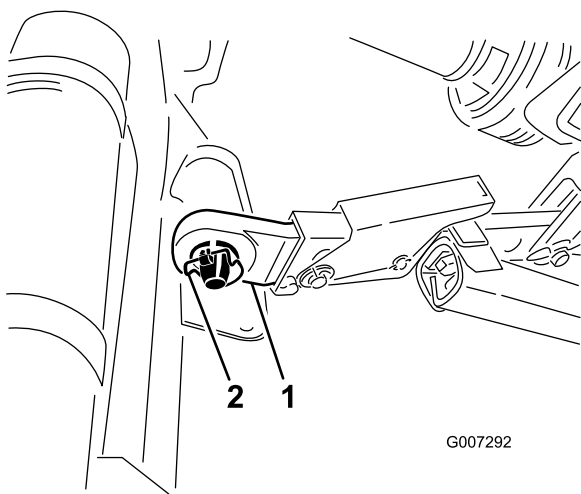

図 4
5. ヒッチピンに左右の下リンク・アームを挿入する（図 4）。
6. リンチ・ピンを使って、下リンク・アームをヒッチ・ピンに固定する（図 4）。